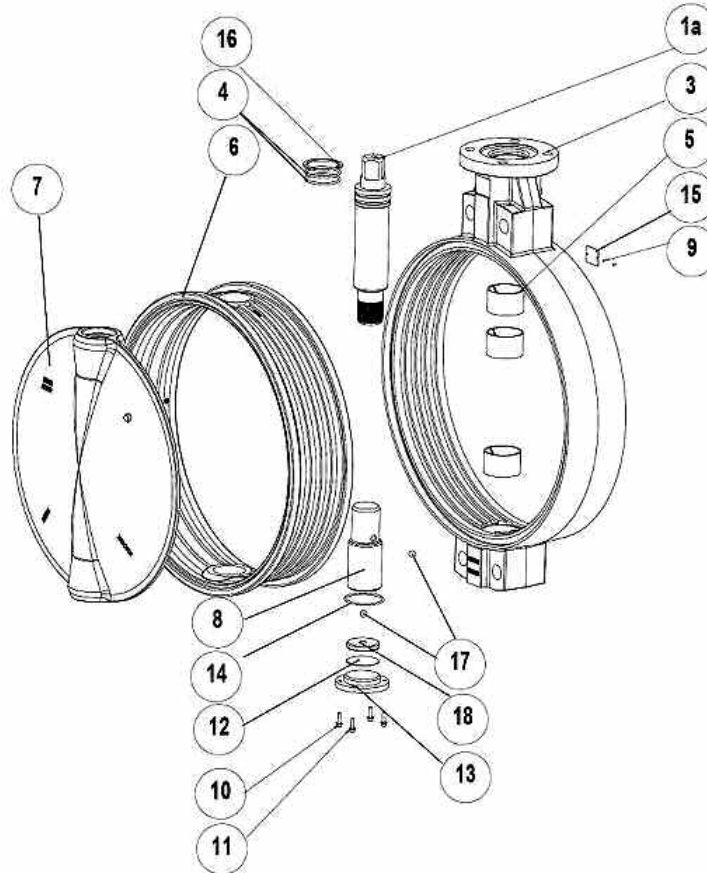
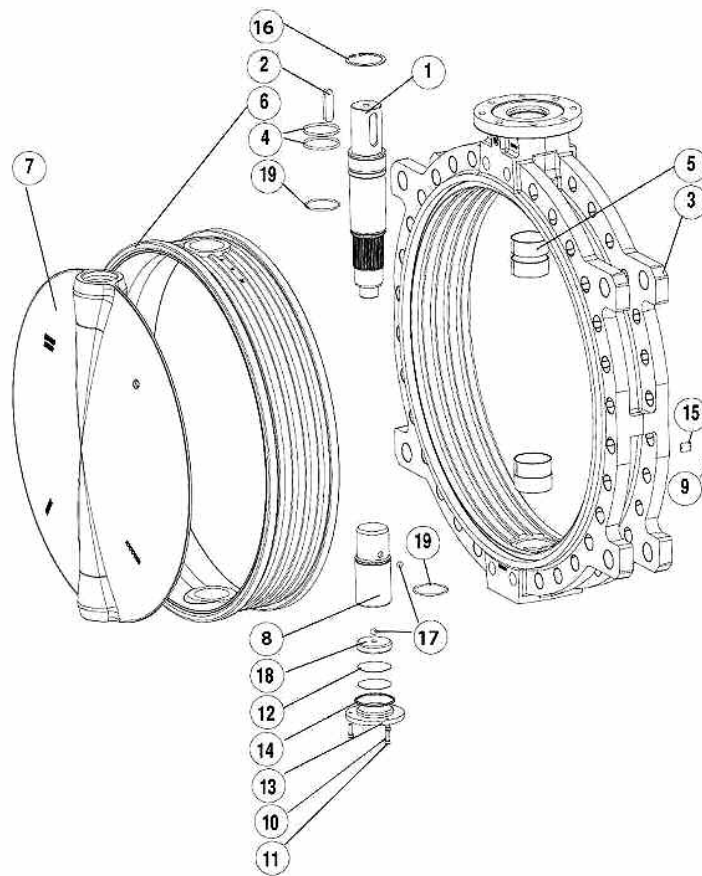

Рис. 20 Устройство поворотного затвора Ду 400 – Ду 500
Рис. 22 Устройство поворотного затвора Ду 1200
- Снять стопорное кольцо (Рис. 20, 22; Поз. 16)
- Вынуть верхний вал (Рис. 20; Поз. 1а или Рис. 22; Поз. 1)
- Вынуть кольцо дистанционное (Рис. 20, 22; Поз. 12), опорную шайбу (Рис. 20, 22; Поз. 18), шарики (Рис. 20, 22; Поз. 17) и нижний вал (Рис. 20, 22; Поз. 8)
- Аккуратно вынуть диск (Рис. 20, 22; Поз. 7)
- Снять седловое уплотнение (Рис. 20, 22; Поз. 6)
- Смазать и установить верхний вал (Рис.20; Поз. 1а или Рис. 22; Поз. 1), таким образом, что бы не повредить уплотнительное О-кольцо (Рис. 20, 22; Поз. 4). Риска, нанесённая на головку верхнего вала или шпоночный паз верхнего вала должны совпадать с краем диска, и направлены в ту же сторону, с какой находится литевая отметка на диске.